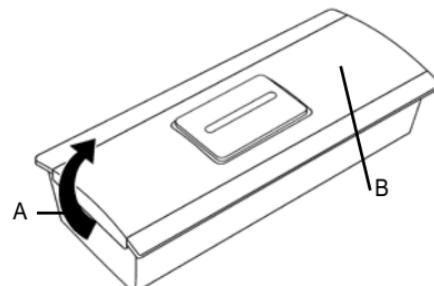

Figure 1 : Bouton d'appel
- a) Ôter d'abord le cache en plastique transparent en le soulevant par un côté (fig. 1 A). Utiliser pour cela un petit tournevis.
- c) Vous pouvez maintenant ouvrir la petite vis (fig. 1 B) avec un petit tournevis cruciforme et retirer la partie avant du bouton d'appel derrière lequel se trouve la platine avec la pile.